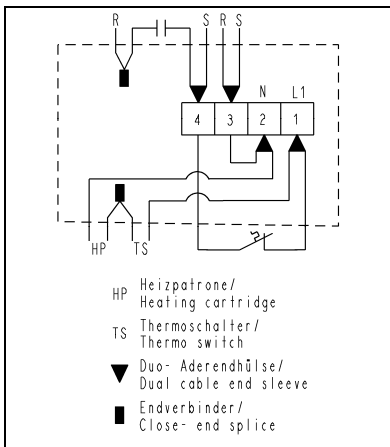

Abb. 3a: Elektrische Verschaltung der .11-Ausführungen (mit thermostatisch geregelter Kopfheizung)
3. Netzkabel an den Anschlüssen L 1 und N der Lüsterklemmen anschließen (siehe Abb. 3a, 3b oder 4).